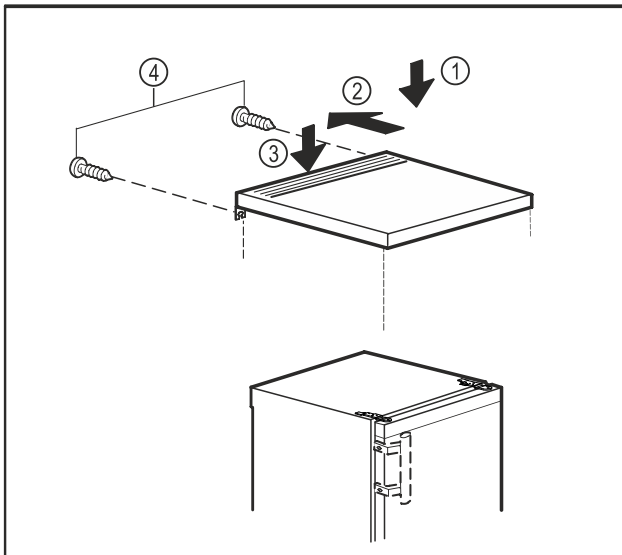

Fig. 19
- Poser le plateau de la table sur l'appareil. Fig. 19 (1)
- Pousser le plateau de la table vers l'arrière. Fig. 19 (2)
- Appuyer le plateau de la table à l'arrière vers le bas. Fig. 19 (3)
- Serrer les vis à l'arrière. Fig. 19 (4)